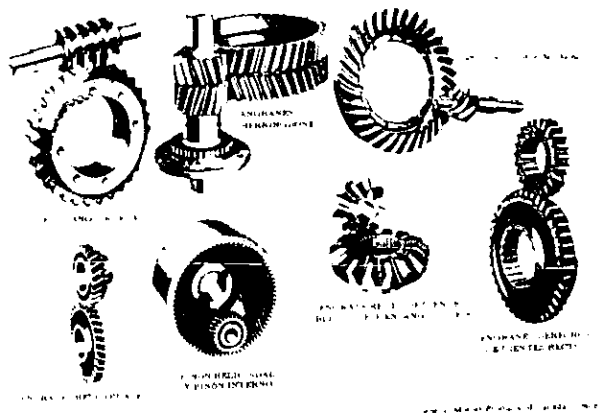

Fig. 151 Diferentes tipos de engranes.
**ENGRANES HELICOIDALES (fig. 151).**- Los engranes helicoidales son similares a los engranes rectos, excepto en que sus dientes están cortados a cierto ángulo sobre su borde. Si los ejes son paralelos, los dientes del engrane con el cual se acoplarán deben estar cortados en el mismo ángulo. Estos engranes son más silenciosos en su funcionamiento que los engranes rectos y, por esta razón, se usan preferentemente. Los engranes helicoidales son usados por la misma razón. Ellos son como dos engranes helicoidales unidos entre sí, lado con lado, con los dientes angulados hacia el centro.
**ENGRANES OBLICUOS (fig. 151).**- Los engranes oblicuos se usan cuando la potencia debe cambiar de dirección. Los dientes de este tipo de engrane están cortados en ángulo. Hay dos tipos de engranes oblicuos: de espuela; cuyos dientes están cortados en línea recta transversal al ángulo y de espirales; cuyo dientes están cortados en ángulo similar al de los engranes helicoidales. Los oblicuos en espiral, como los helicoidales, son mucho más silenciosos en su funcionamiento.
**ENGRANES HIPOIDALES (fig. 151).**- Se usan para conectar ejes que no son paralelos o que no se interceptan. Su diseño permite que el eje de un piñón sea colocado arriba o abajo del eje de otro piñón. Por ejemplo, el centro del eje propulsor del automóvil no intercepta con el centro del eje trasero, por consiguiente en el sistema del diferencial se usan engranes hipoidales.